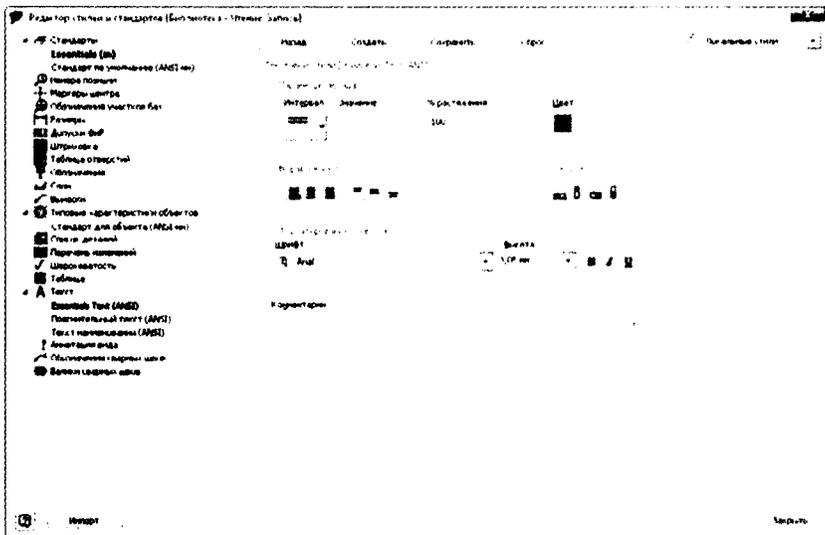

Рис. 5.2. Изменение параметров текста, используемого в размерах и обозначениях
7. В диалоговом окне уберите галочку **По слою**, и нажмите **ОК**, чтобы установить цвет текста черным. См. рис. 5.2.